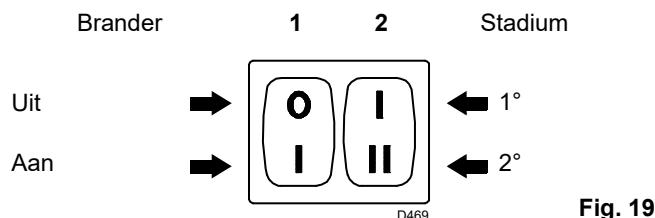
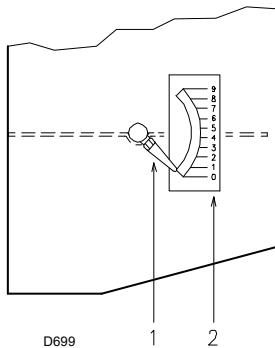
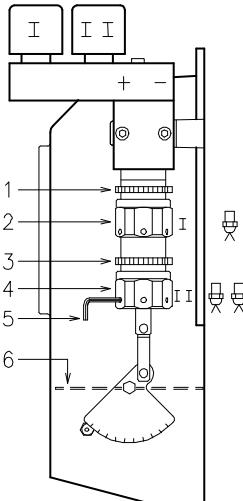

Fig. 19
Fig. 20
Fig. 21
- Indien er stookolie lekt uit schroef 3) is de pomp aangezogen. Stop de brander: schakelaar 1)(Fig. 19 Pag. 20) in positie "UIT" en draai de schroef 3) aan.
- Ontsteek de brander door de afstandsbedieningen te sluiten en met de schakelaar 1)(Fig. 19 Pag. 20) in positie "AAN". De
Zet de schakelaar 1) (Fig. 19) in positie "AAN".
Houd de brander in werking in de 1ste stadium door de schakelaar 2) (Fig. 19) in de stand van de 1ste stadium te zetten. De opening van het ventiel 6) (Fig. 21)(B) moet in overeenstemming gebracht worden met de gekozen verstuiver: de wijzer 1) (Fig. 20) moet in overeenstemming staan met de inkeping 2) (Fig. 20) aangegeven in de (Tab. D). De regeling wordt verkregen door aan de zeshoek 2) (Fig. 21) te draaien:
inkeping 2,3 (Fig. 20) in overeenkomst met de wijzer 1).
Als de regeling voltooid is dient men de zeshoek 2) (Fig. 21) met de ring 1) te blokkeren.
N° = Inkeping 2) (Fig. 20)
Zet de schakelaar 2) (Fig. 19 Pag. 20) in de stand van de 2de stadium en regel het ventiel 6) (Fig. 21) door aan de zeshoek 4) (Fig. 21) te draaien, na de ring 3) (Fig. 21) losgedraaid te hebben.